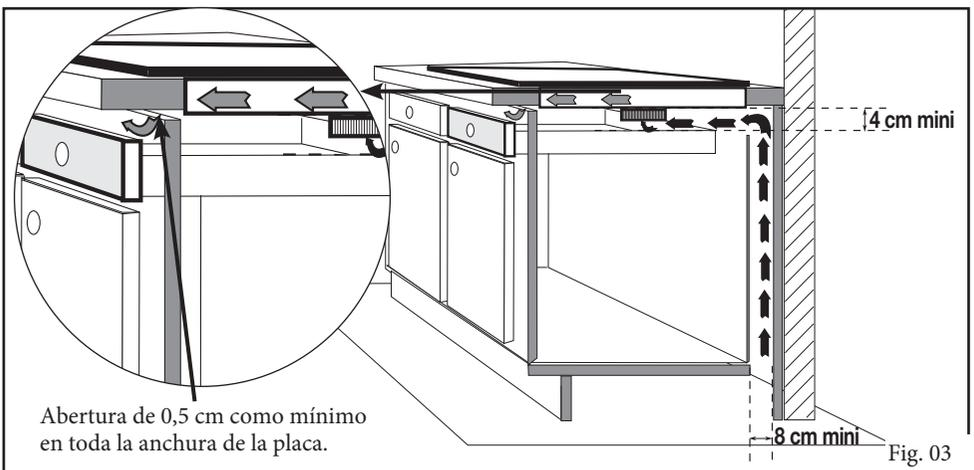

Fig. 03
• Encima de un mueble vacío o de un cajón (Fig. 03).